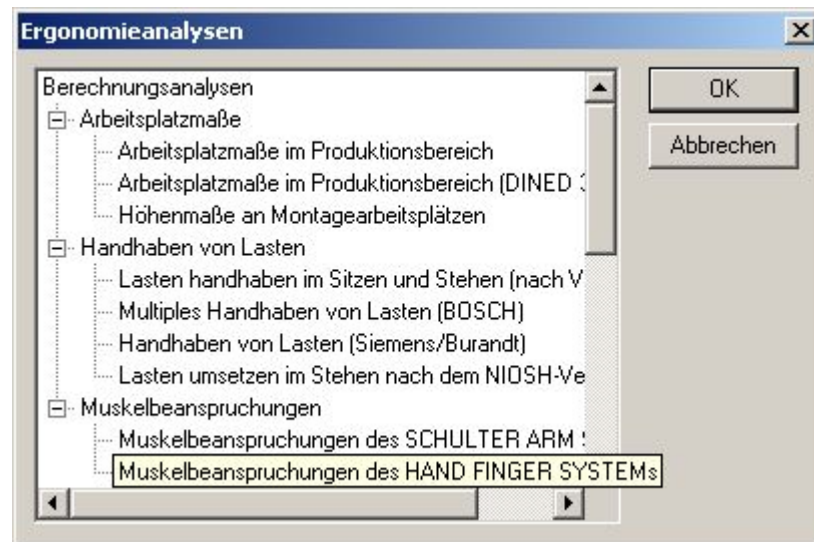

Abbildung 293: Auswahlfenster Ergonomieanalysen.
- ⇒ Es öffnet sich das Auswahlfenster „Ergonomieanalysen“ (siehe Abbildung 293).